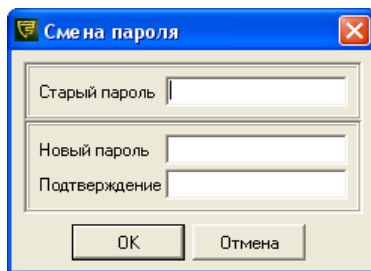

Рисунок 6.3
- «Изменить пароль». Данный подпункт меню позволяет текущему пользователю системы поменять свой пароль. Для смены пароля установите указатель мыши на подпункт «Изменить пароль» и нажмите левую кнопку мыши, появится окно (рисунок 6.3). Введите старый пароль, а затем дважды новый.
Для добавления оператора нажмите кнопку «Добавить», в появившемся окне (рисунок 6.18) введите логин (обязательный параметр), фамилию, имя, отчество и дополнительную информацию. Логин должен быть уникальным, т.е в системе не может быть двух операторов с одним и тем же логином. Для присвоения пароля нажмите кнопку «Пароль». В появившемся окне (рисунок 6.3) введите дважды пароль. Для сохранения нажмите кнопку «ОК».